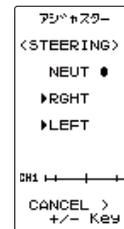
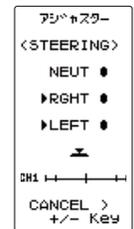
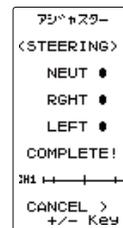

図 2
図 3
図 4
振り幅の設定画面(図 2)の状態、スティックを左いっぱいおよび右いっぱいに軽く操作し、画面にボタンマーク(図 3)が表示されたら J ボタンを押します。
自動的に内部チェックが行われ、各調整ポイントが一定範囲に入っている場合は補正が実行され、ピピッと電子音がして "COMPLETE!" (図 4) が表示されます。
つぎにニュートラルアジャスタースイッチを7:3の状態にします。ニュートラルの設定画面(図2)の状態、スロットルスティックを上下方向に軽く弾いた後、スティックに触れない状態で①ボタンを押します。
振り幅の設定画面(図3)の状態、スティックをブレーキ側いっぱいおよび前進側いっぱいに軽く操作し画面にボタンマーク(図4)が表示されたら①ボタンを押します。